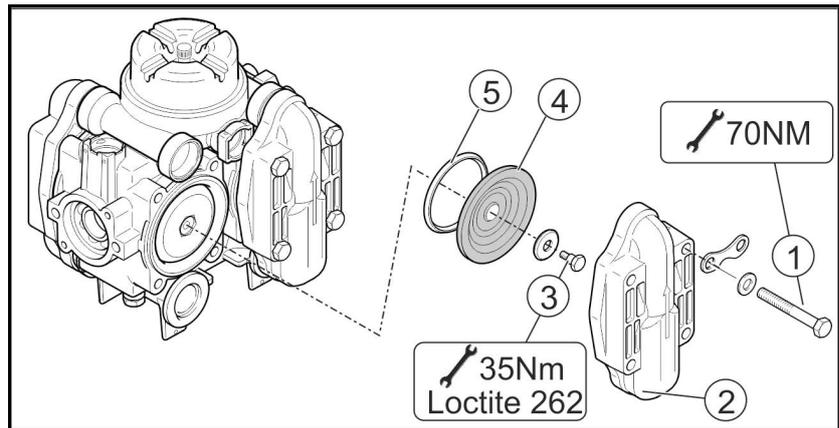

图 152
2. 松开螺栓 (图 152/1)。
3. 取下阀门盖 (图 152/2)。
4. 检查活塞隔膜 (图 152/4) 和楔形环 (图 152/5)。
1. 拧开螺丝 (图 152/3)，从活塞上卸除活塞隔膜 (图 152/4) 与垫圈。